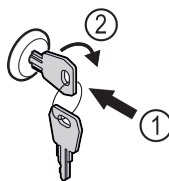

Fig. 182
- Introducir la llave. Fig. 182 (1)
- Girar la llave 90° en sentido horario. Fig. 182 (2)